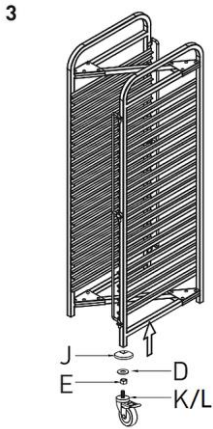

Рис. 3
3. Закрепить 4 направляющих ролика (К) и (L) на боковых частях. Поместить по 1 гайке (Е), 1 шайбе (D), 1 буферу (J) на направляющих колесах и вкрутить их в квадратную трубу боковых частей (рис. 3).